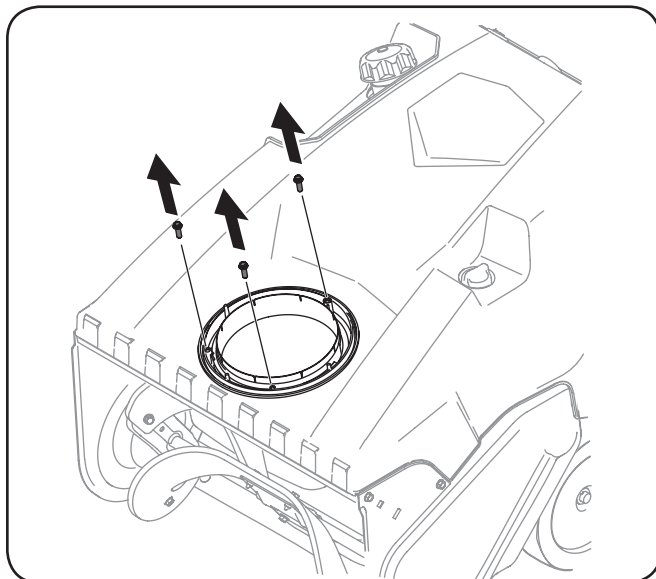

Figura 3-3
1. Extraiga los tornillos para arandela hexagonal de la base del canal. Vea la Figura 3-3.